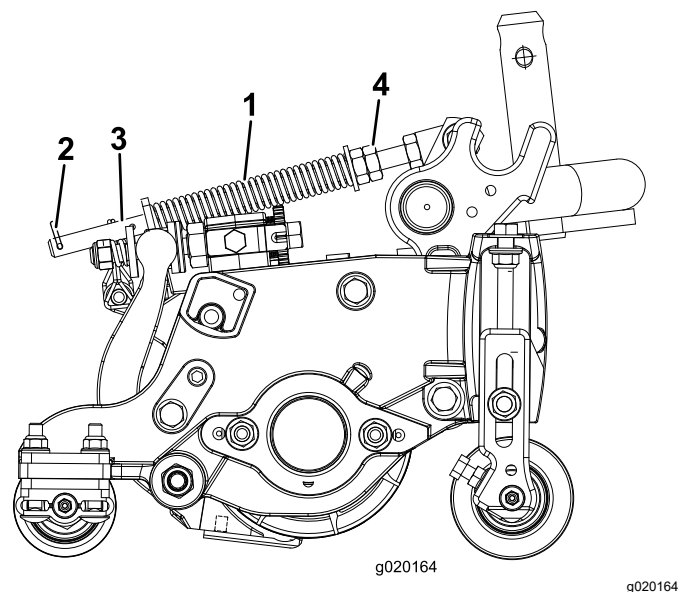

Figure 14
2. Serrez les écrous hexagonaux sur l'extrémité avant de la tige de ressort jusqu'à ce que la longueur du ressort comprimé (**Figure 14**) soit égale à 12,7 cm sur les unités de coupe de 13 cm ou à 15,8 cm sur les unités de coupe de 18 cm.
Le ressort de compensation (**Figure 14**) transfère aussi le poids du rouleau avant au rouleau arrière. Cela évite la formation d'ondulations à la surface de la pelouse.
1. Vérifiez que la goupille fendue est insérée dans le trou de la tige de ressort (**Figure 14**).